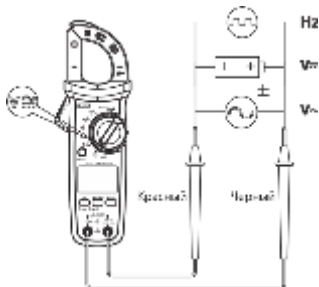

Рис. 3 Измерение напряжения переменного/постоянного тока и частоты
7.2 Измерение напряжения переменного/постоянного тока и частоты (см. рис. 3)